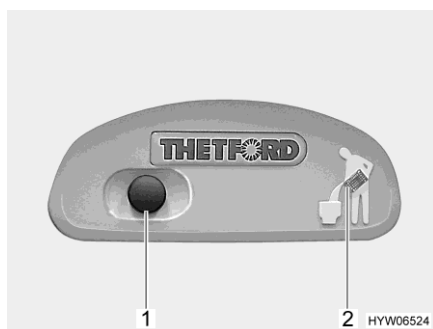
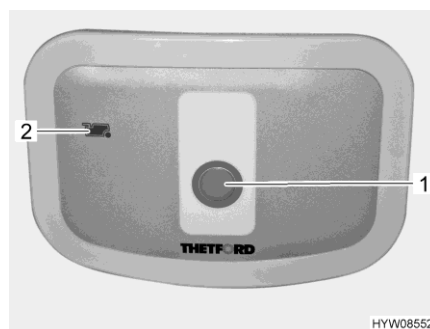

Bild 201 Spolknapp/kontrollampa Thetford-toalett
Bild 202 Spolknapp/kontrollampa Thetford-toalett (alternativ)
- För att spola, tryck på den blå spolknappen (Bild 201,1 resp. Bild 202,1).
- Kontrollampan (Bild 201,2 resp. Bild 202,2) lyser när latrintanken måste tömmas.